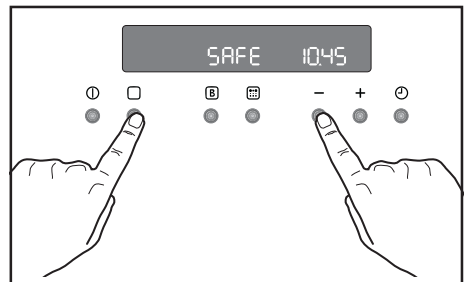

Abb. 13
- 2) Drücken Sie gleichzeitig die Tasten  und  etwa 3 Sekunden lang. Ein akustisches Signal ertönt und die Anzeige „SAFE“ erscheint im Display (Abb. 13).